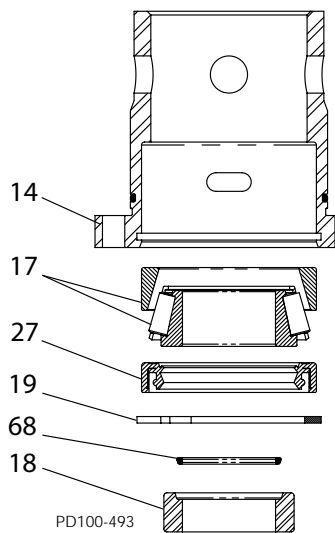

Figura 43 - Haga presión para extraer el cojinete trasero del eje
2. Apoye la carcasa del cojinete como se muestra en la Figura 43, haga presión para liberar el eje del cojinete trasero (elemento 17), la carcasa del cojinete (elemento 14), el anillo O del manguito del sello (elemento 68) y el manguito del sello (elemento 18).